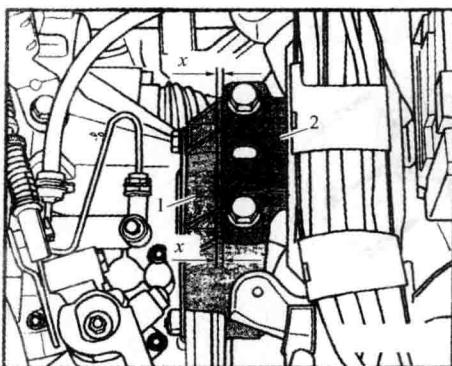

图 1-28 在变速器一侧支撑臂的边缘和变速器托架应平行
- ③ 如图 1-28 所示,在变速器一侧支撑臂的边缘和变速器托架应平行,尺寸 x 必须前后一致。